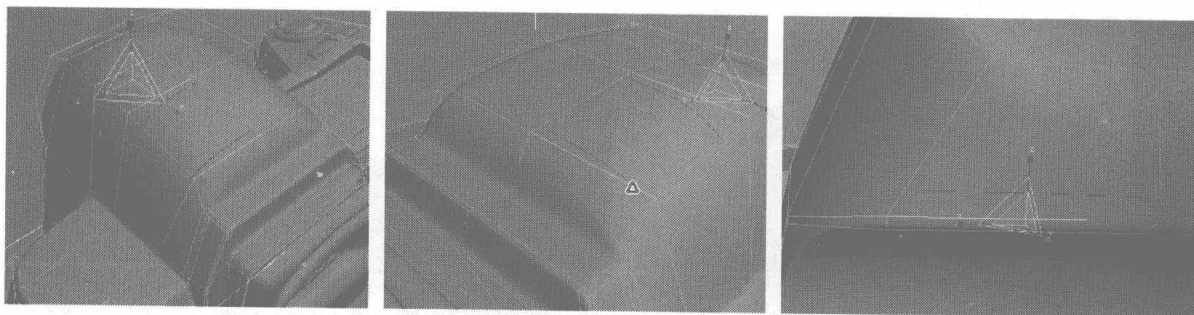
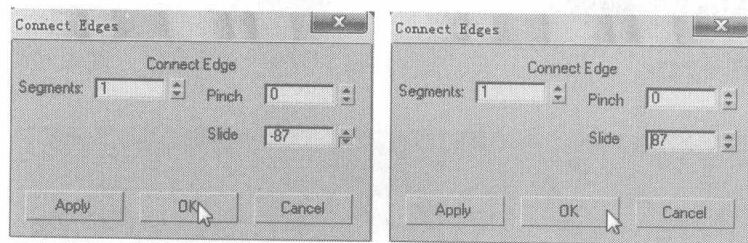

图 6.229
图 6.230
- 02** 选择相机顶部如图 6.229 所示的边线，在 Edit Edges 卷展栏中单击 **Connect** 右侧的小按钮，在弹出的对话框中设置添加细分线的参数，如图 6.230 所示。